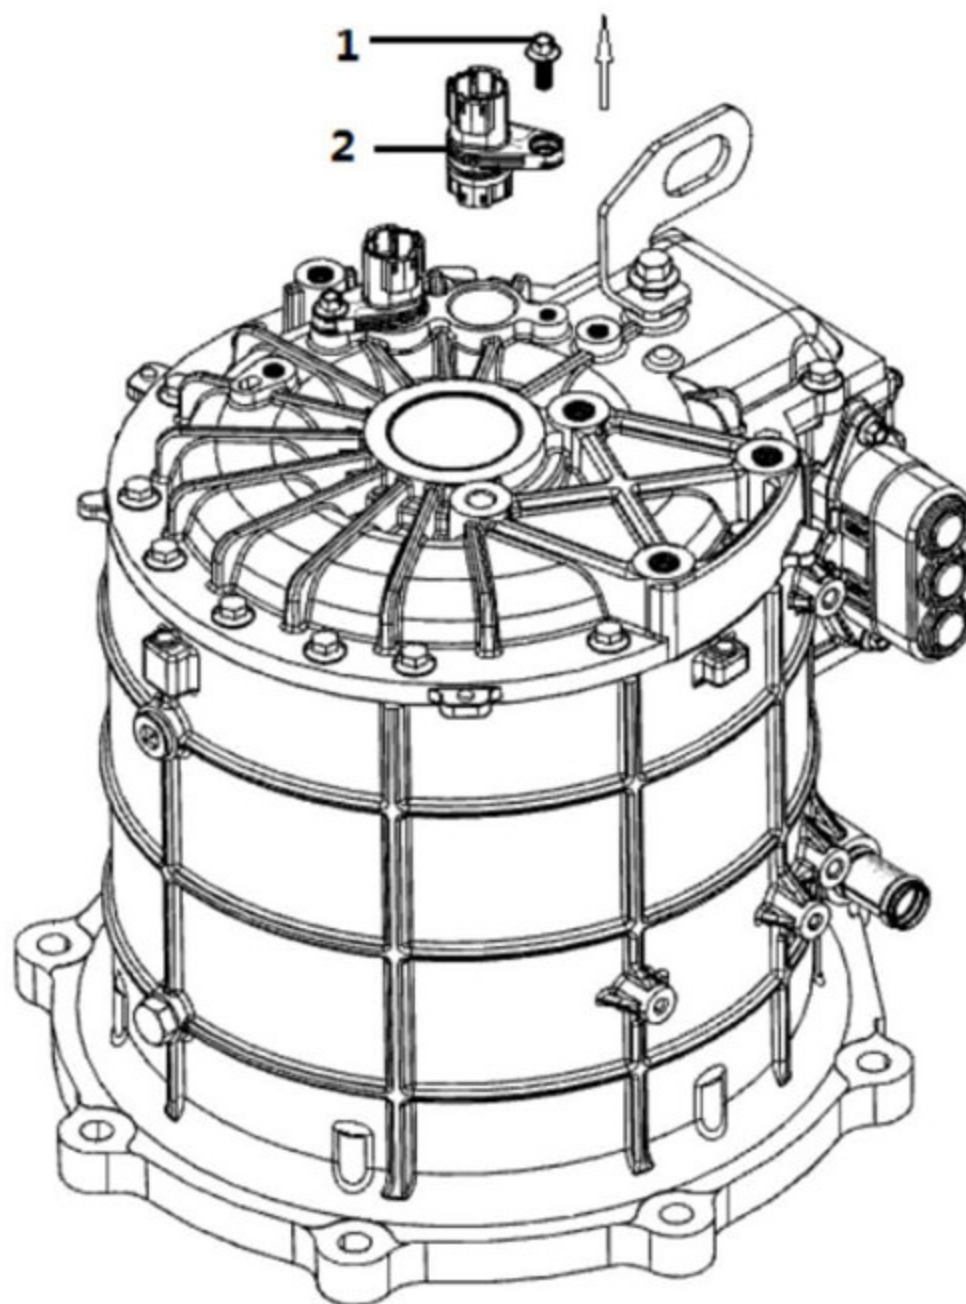

图2
- ① 用扳手将M6*10六角头螺栓（1）扭下来。
- ② 将旋变接插件（2）取出来，斜口钳将旋变接插件中间部分取下。
- ③ 取新的旋变接插件连上旋变引线端插件，在旋变接插件装配面涂上一层润滑油，箱体配合孔也涂上一层润滑油。再将旋变接插件插入后箱体配合孔内。最后将M6*10六角头螺栓（1）扭上，扭力为12 N•m。见图2。